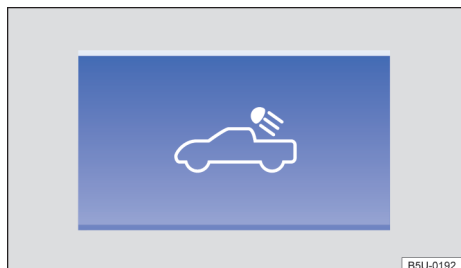

Fig. 76 En la consola central: tecla de iluminación del compartimento de carga.
- Para **conectar**: presionar la tecla → **fig. 76** en el panel de instrumentos.
- Para **desconectar**: presionar nuevamente la tecla → **fig. 76** en el panel de instrumentos, desactivar la luz de posición o conectar el encendido del vehículo.